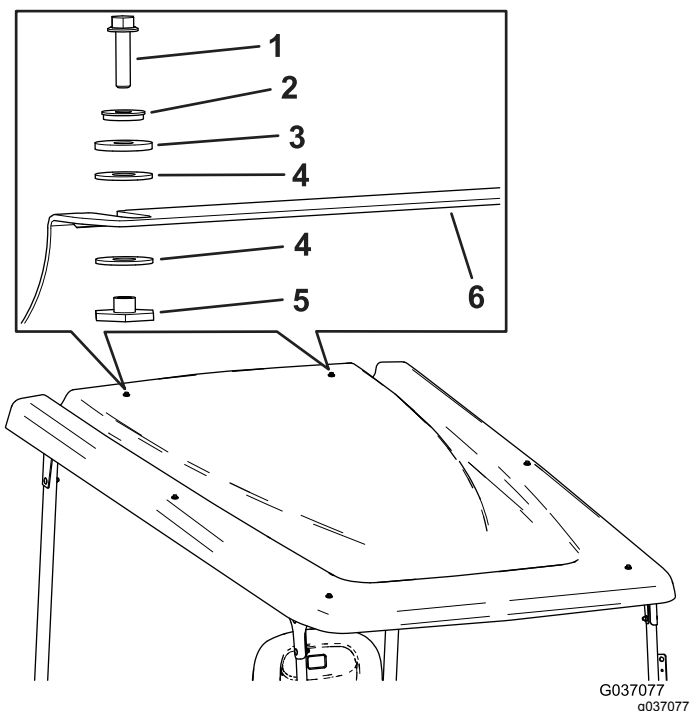

Figura 16
18. Instale o toldo na ligação cruzada traseira utilizando dois parafusos flangeados hexagonais ($\frac{1}{4}$ pol. x 1 pol.), duas anilhas vedantes, duas anilhas de fricção, quatro anilhas de plástico e dois casquilhos da flange (Figura 16).